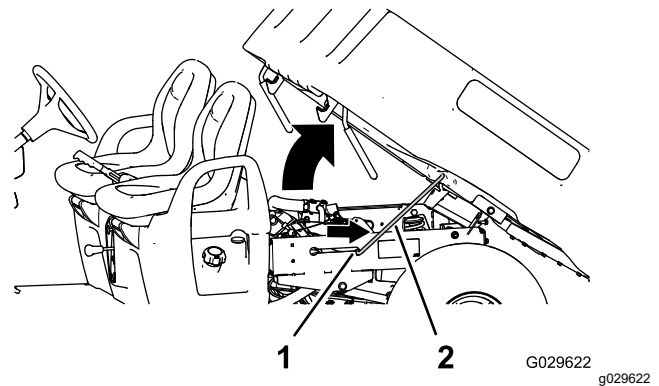

Bild 19
2. Ziehen Sie die Stützstange in die Arretierung, um die Ladepritsche zu befestigen (Bild 19).
2. Schieben Sie die Stützstange aus dem Arretierungsschlitz heraus (Bild 19).
3. Senken Sie die Ladepritsche ab, bis sie einrastet (Bild 19).